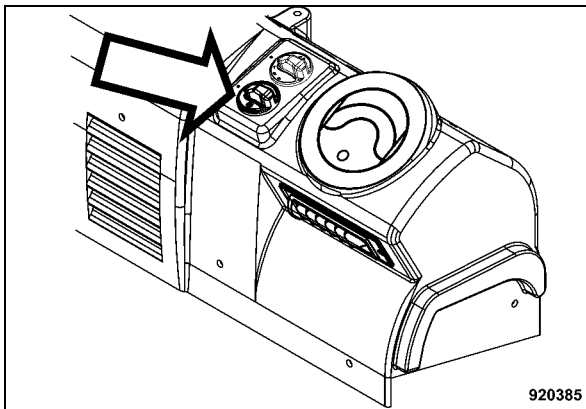

Fig. 172
- Elegir con el interruptor giratorio para instalación de aire acondicionado (Fig. 172) una temperatura refrigerante dentro del campo azul.